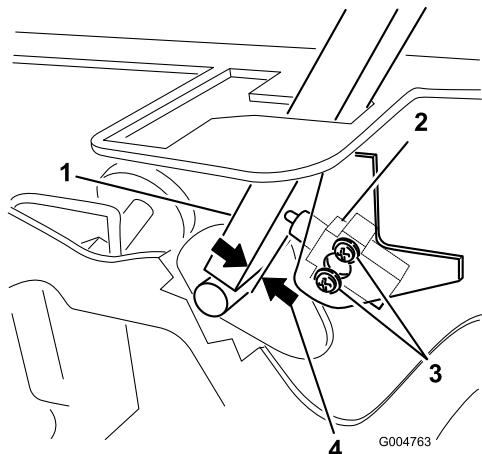

Bild 59
3. Lösen Sie die zwei Schrauben, mit denen der Sicherheitsschalter befestigt ist (Bild 59).
4. Halten Sie den Fahrantriebshebel gegen den Rahmen und schieben Sie den Schalter zum Hebel, bis der Abstand zwischen dem Hebel und dem Schaltergehäuse 0,4 bis 1 mm beträgt (Bild 59).